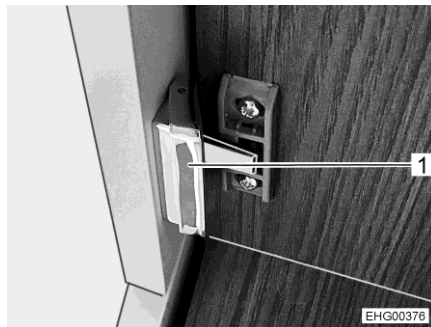

Fig. 62 Poignée de déverrouillage
- Presser la poignée de déverrouillage (Fig. 62,1) en passant simultanément la main derrière la porte de placard.